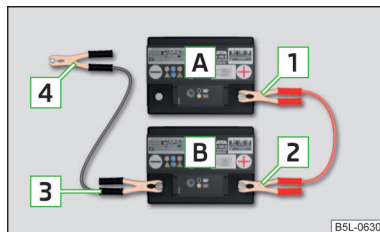

Abb. 187
- Die Klemme **1** am Pluspol der entladenen Batterie **A** » **Abb. 187** befestigen.